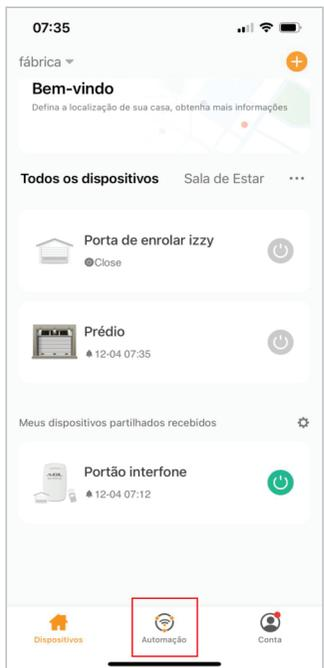

FIGURA 01
1. Selecione o botão de automação na tela principal do AGL HOME, figura 01;